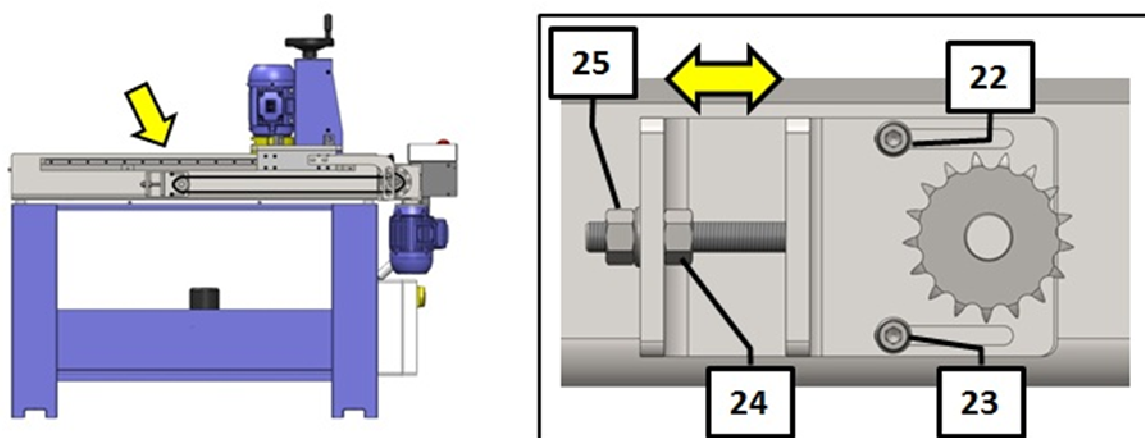

Рис. 37
- Ослабьте винты 22 и 23, показанные на Рис. 37 **Ошибка! Источник ссылки не найден.**;
- Ослабьте гайку 24, показанную на Рис. 37;
- Гайкой 25 отрегулируйте натяжение цепи (Рис. 37);